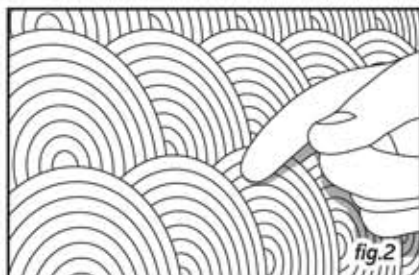
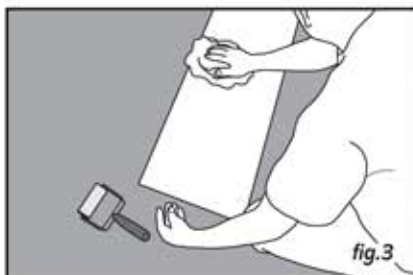

fig.2
fig.3
- Pour réaliser l'équerrage, placer le panneau contre le mur en appui sur le sol (ou la plinthe). Positionner ensuite le panneau horizontalement à l'aide d'un niveau puis tracer sur le panneau un trait parallèle au sol (ou à la plinthe). Re-découper ensuite au niveau du trait. Répéter la même opération pour l'équerrage vertical (fig. 2 et fig. 3).
- Le respect du temps de gommage doit être vérifié en posant un doigt contre la partie encollée. Si des filaments se forment lorsque le doigt est retiré, alors le temps de gommage est respecté (fig.2).
- Il est important de nettoyer toute la surface lisse du panneau (côté colle) à l'aide d'un chiffon anti-poussière avant chaque collage (fig.3).